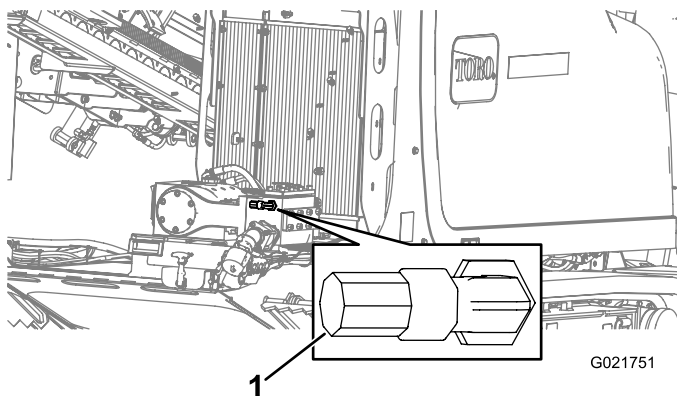

Figure 155
5. Branchez le tuyau d'arrosage auxiliaire au raccord (Figure 155).